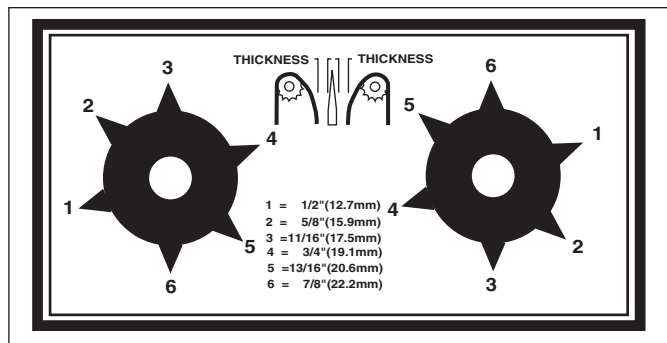

Figure 6. Commandes de réglage d'épaisseur des petits pains
1. Tournez les boutons de réglage d'épaisseur des petits pains (Figure 6) comme vous le désirez. Le réglage recommandé est 6.